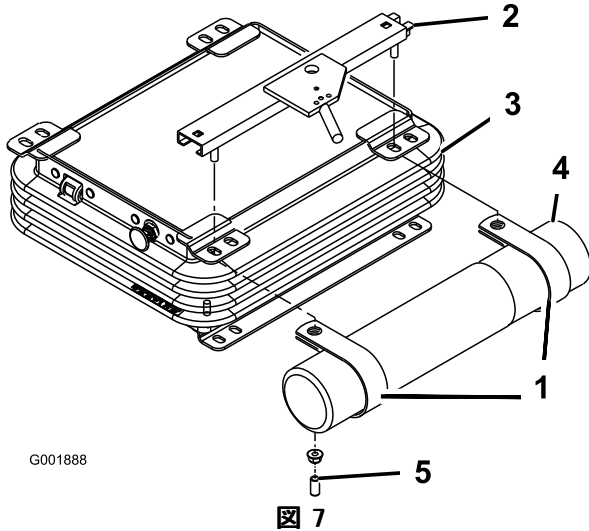

図 7
2. 上シート・ブラケットをシート・サスペンションの左側に固定しているナット2個とビニル・キャップを取り外す（既に取り付けていた場合）（図 7）。
3. 今はずしたナット2個でRクランプをシート・ブラケットのスタッドに仮止めする（図 7）。R クランプはシート・サスペンションのタブの下になるように取り付けること。
4. R クランプに筒を取り付け、ナットを締め付ける（図 7）。